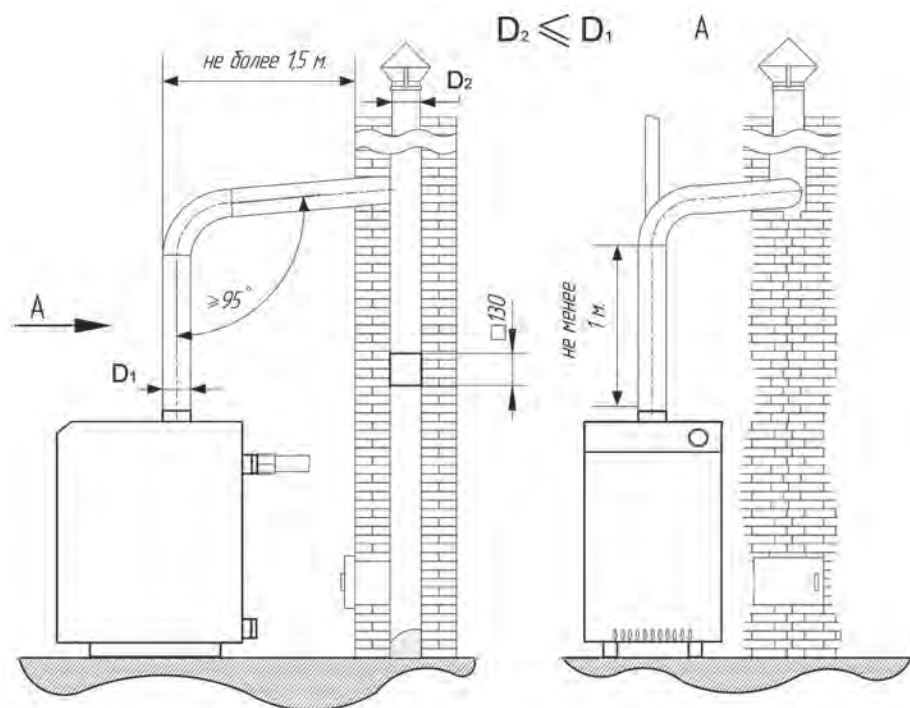

Рис.4 Ввод дымохода во внутреннюю капитальную стену
- 4) В случае присоединения дымовой трубы к дымовому каналу расположенному в капитальной стене руководствоваться рис.4, а через стену и потолочное перекрытие рисунками 5 и 6.